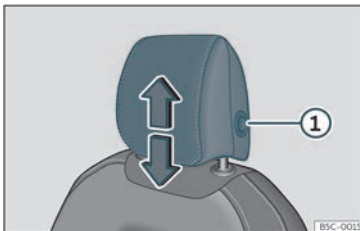
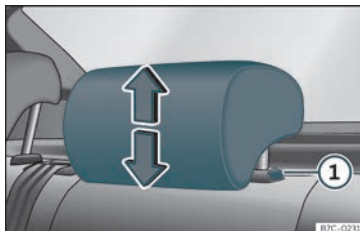

Fig. 97 Asento dianteiro: regulación do repousacabezas.
Fig. 98 Repousacabezas traseiro: regulación do repousacabezas.
- Agarre o repousacabezas coas dúas mans polos lados e puxe cara arriba ata que encaixe na posición desexada. Para baixalo, faga a mesma acción, premendo o botón lateral **1** >>> **fig. 97** >>> **fig. 98**.
- Prema o botón lateral»» fig. 97 ① e extraia o repousacabezas.